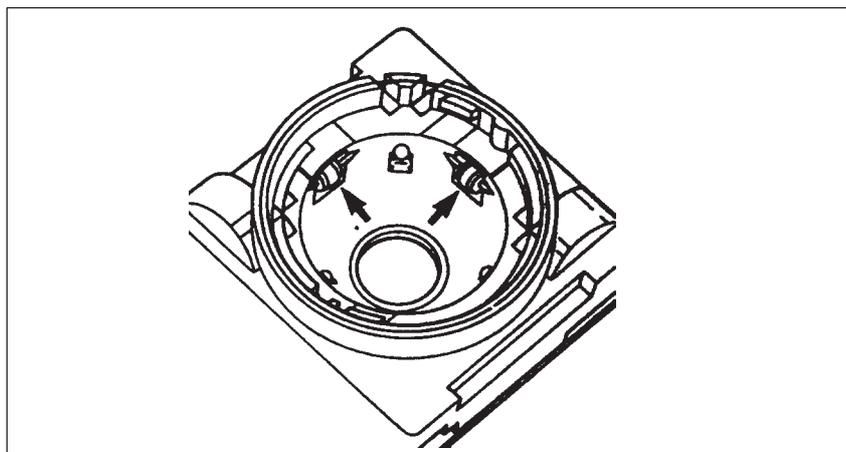

Bild 2-12 Reinigung der Laufrollen
6. Reinigen Sie die Laufrollen (Bild 2-12)